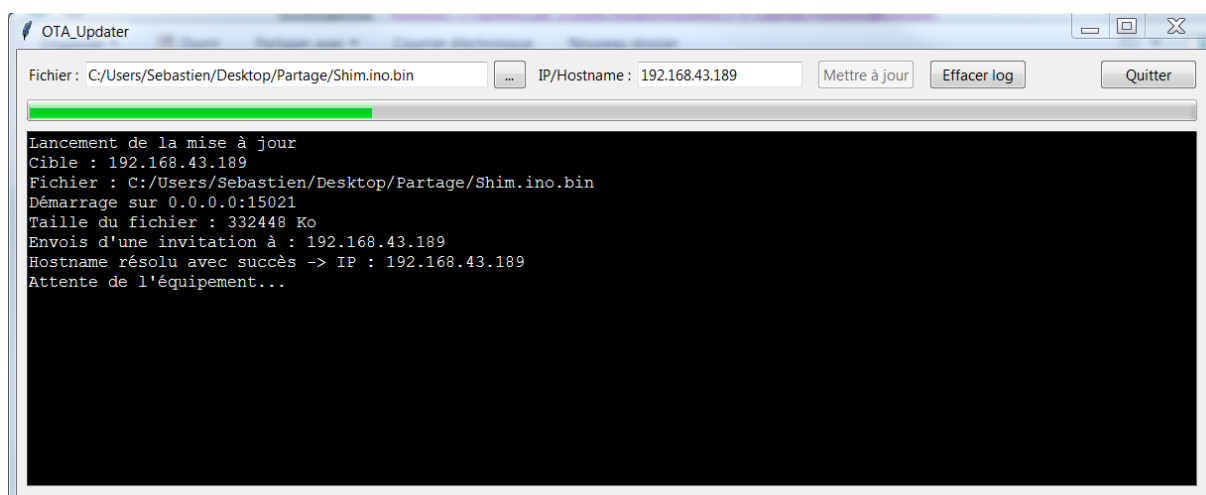

Figure 13 : Mise à jour du **Shim_vx.bin** par **OTA_Updater.exe**
4. Ouvrir le logiciel **OTA_Updater.exe** (fig.13) puis: